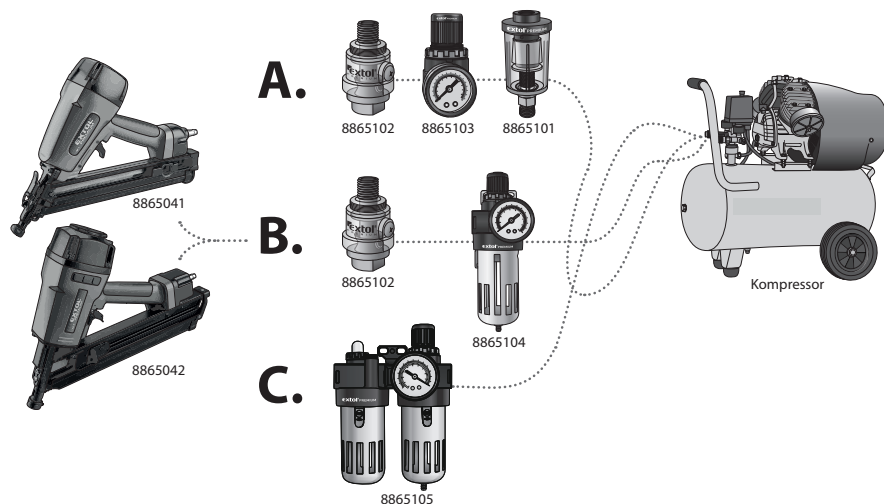

Abb.4
- Der Druckluft-Nagler wird mit Druckluft angetrieben, die frei von Feuchtigkeit - Kondensat - sein und beigemischtes Pneumatiköl enthalten muss. Zu diesem Zweck dienen die im Schema auf Abb. 4 dargestellten und beschriebenen Zusatzanlagen, die vor dem Lufteinlass in den Nagler in der angeführten Reihenfolge installiert sein müssen.
Bestellnummer des Gerätes (Abb.4)	Beschreibung des Gerätes (Aufbereitungsanlagen)
ANSCHLUSSMÖGLICHKEITEN (SIEHE SCHEMA AUF ABB. 4)
- Die Reihenfolge der im Schema auf Abb. 4 dargestellten Aufbereitungsanlagen muss beim Anschluss eingehalten werden.